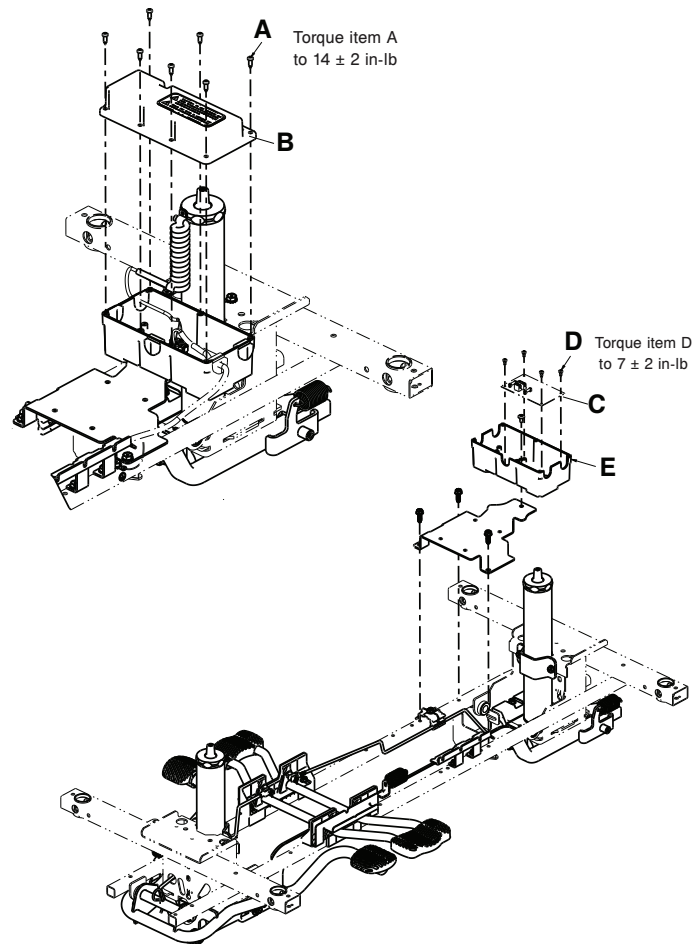

Figure 20 – Remplacer la carte d'alimentation
4. À l'aide d'un tournevis cruciforme n° 2, retirer les sept vis de taraudage à tête cylindrique (A) qui fixent le couvercle du boîtier de la carte d'alimentation (B) (Figure 20). Retirer et conserver le couvercle du boîtier de la carte d'alimentation.